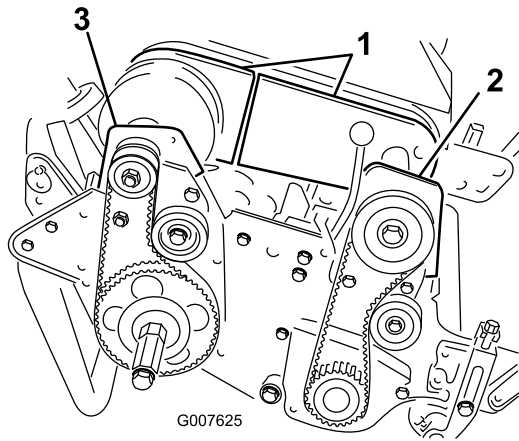

Bild 41
die Abdeckungsteile weg, um den Riemen zugänglich zu machen (Bild 41).
6. Nehmen Sie die zwei Schrauben und die Sicherungsmuttern ab, mit denen das vordere Kupplungsgehäuse an der Seitenplatte befestigt ist (Bild 41).
8. Nehmen Sie die zwei Schrauben und die Sicherungsmuttern ab, mit denen das rechte hintere Lagergehäuse an der Seitenplatte befestigt ist (Bild 41).